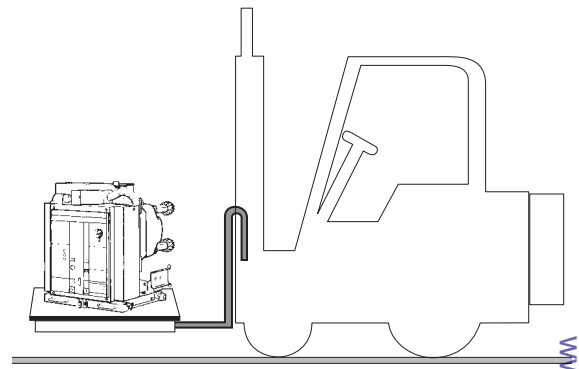

Fig. 3
**Gli apparecchi non devono essere movimentati inserendo dispositivi di sollevamento direttamente sotto l'apparecchio stesso. Nel caso in cui fosse necessario utilizzare questa tecnica, porre l'interruttore sopra un robusto piano di supporto (vedi fig. 3).**
**The apparatus must not be handled by inserting lifting devices directly under the apparatus itself. Should it be necessary to use this method, place the circuit-breaker on a sturdy supporting surface (see fig. 3).**